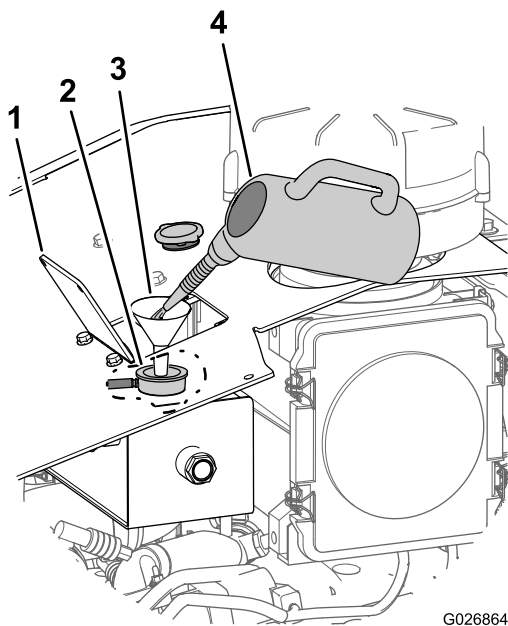

Figura 102
- B. Adicione uma solução para limpeza do sistema de arrefecimento ao sistema de arrefecimento através do tubo de enchimento do tanque de recuperação (Figura 102).